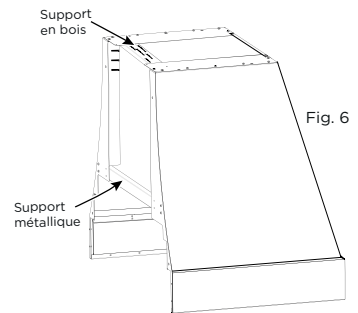

Fig. 6
- Retirez le support supérieur en bois et le support inférieur en métal de l'Torino. Jeter ces supports. (Fig. 6)